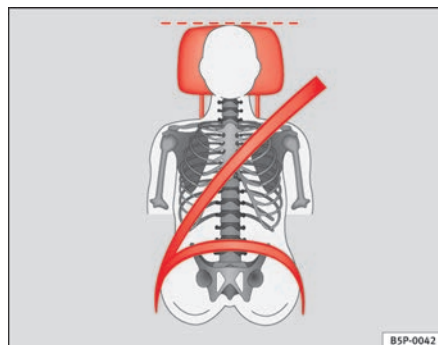

Fig. 12 Cintura di sicurezza e poggiatesta (visti da davanti) posizionati correttamente
- Il nastro diagonale della cintura deve passare all'incirca al centro della spalla. La cintura di sicurezza deve aderire bene alla parte superiore del corpo ⇒ **fig. 12**.